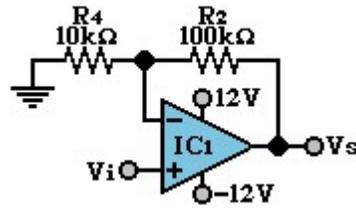

Figura 1.3
- Arme el circuito de la figura 1.3. Con una señal senoidal de 250mV_{pp} y una frecuencia de 1kHz.